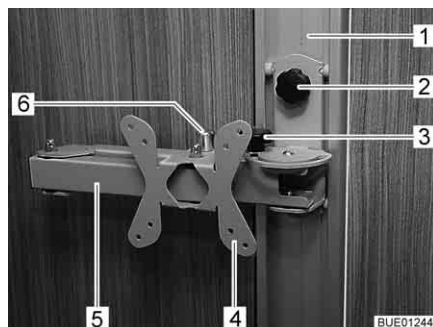

Fig. 69 Supporto su guida
- Svitare la vite ad aletta (Fig. 69,2) e spostare il supporto (Fig. 69,4) nella guida (Fig. 69,1) fino all'altezza desiderata.
- Svitare le viti ad aletta (Fig. 69,3).
- Tirare il bottone di sbloccaggio (Fig. 69,6). Il braccio snodato (Fig. 69,5) è sbloccato.
- Stringere di nuovo la vite ad aletta (Fig. 69,3).
- Svitare la vite ad aletta (Fig. 69,3).
- Ruotare lo schermo piatto all'indietro nella sua posizione iniziale, finché non si sente il braccio snodato (Fig. 69,5) innestarsi nel bloccaggio.
- Svitare la vite ad aletta (Fig. 69,2), portare il supporto (Fig. 69,4) all'altezza desiderata e stringere di nuovo la vite ad aletta.